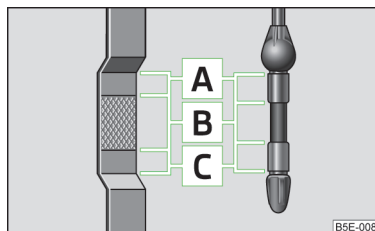

Fig. 166
- ¡Si el nivel de aceite se encuentra por encima de la zona A, » fig. 166 de la página 200 no siga conduciendo! Parar el motor y recurrir a la asistencia profesional de un taller especializado.
La varilla de medición de aceite indica el nivel de aceite de motor » **fig. 166**.
El nivel de aceite no debe sobrepasar nunca la zona **A** » fig. 166. ¡Existe riesgo de daños en el sistema de gases de escape!